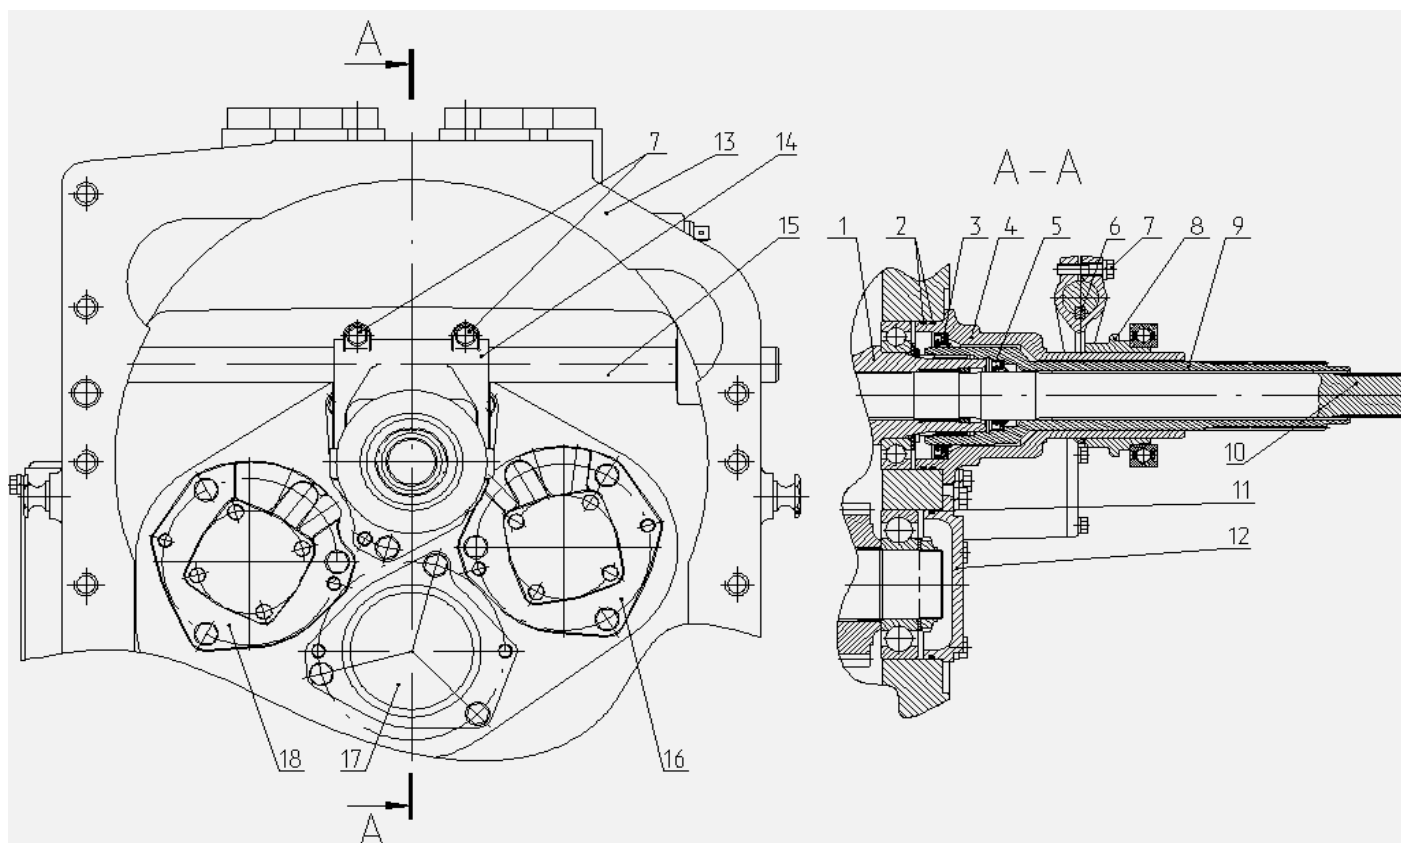
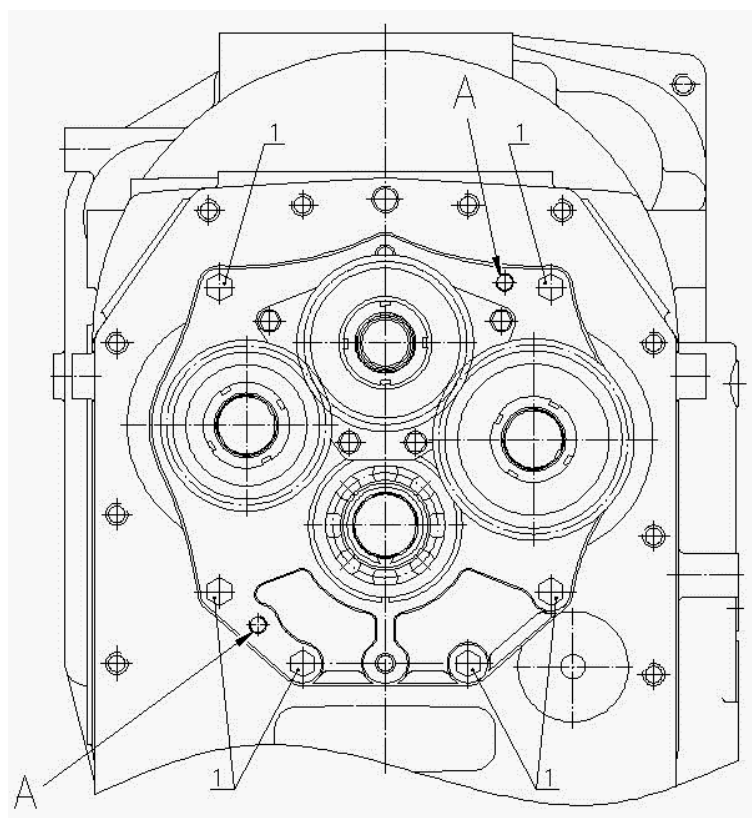

Рис.4.24 Вал привода заднего ВОМ, стаканы подвода масла в фрикционные муфты, кронштейн отводки.
Рис.4.25 Демонтаж узла передач.
1) отверните болты (7), (рисунок 4.24), крепления вилки (14);
2) извлеките из корпуса сцепления валик (15), (рисунок 4.24), предварительно сняв с него вилку (14) и шпонки (6);
3) снимите отводку (8), (рисунок 4.24);
- 4) достаньте вал отбора мощности (10), (рисунок 4.24), из вала (9);
- 5) отверните на корпусе сцепления (13), (рисунок 4.24), болты крепления стаканов (16), (18), крышки (17) и вверните в технологические отверстия, каждого из стаканов, по два болта, и с их помощью выпрессуйте стаканы в сборе. Выверните болты из технологических отверстий;
- 6) очистите привалочную плоскость стаканов (16) и (18), (рисунок 4.24), от старой прокладки;
- 7) извлеките резиновое кольцо (11), (рисунок 4.24), из канавки крышки (17);
- 8) отверните болты крепления кронштейна (4), (рисунок 4.24), к корпусу сцепления (13), вверните в технологические отверстия два болта и с их помощью выпрессуйте его;
- 10) снимите со шлицов первичного вала (1), (рисунок 4.24), вал (9);
- 11) выпрессуйте манжеты (3), (рисунок 4.24), и (5) из кронштейна (4) и вала (9). (Запрессовывайте только новые манжеты, и только с помощью приспособления, перепрессовка манжет не допускается);
- 12) извлеките резиновые кольца (2), (рисунок 4.24), из канавок кронштейна (4). В случае потери эластичности колец и кромок манжет, установите новые кольца и манжеты.
Внимание: При установке стаканов (16), (рисунок 4.24), и (18) прокладку между стаканами и корпусом смазать с двух сторон герметиком ТУ У 6.10-00204234-004-95.
- 2) отверните болты крепления узла передач к корпусу сцепления (1), (рисунок 4.25), вверните в технологические отверстия «А», плиты, два болта, и с их помощью выпрессуйте узел передач, в сборе, из корпуса сцепления. Выверните болты из технологических отверстий, вверните вместо них два рым-болта и снимите узел передач.
- 11) после монтажа узла передач в сборе в корпус сцепления (13), (рисунок 4.24), и затяжки болтов (1), (рисунок 4.25), нанесите несколько несильных ударов по торцам валов молотком через монтажную оправку из мягкого металла для правильной установки наружных колец подшипников относительно внутренних. Правильно смонтированные и хорошо смазанные подшипники при работе создают ясный, непрерывный и равномерный шум;
- 12) монтаж узла передач в сборе, в корпус сцепления, выполните, предохранив уплотнительные кольца и поверхности вала от повреждения. После монтажа снимите защиту и установите стаканы (16) и (18), (рисунок 4.24), смазав обе стороны прокладки герметикам;
- 13) при установке вала и кронштейна отводки не повредите манжеты (3) и (5), (рисунок 4.24);